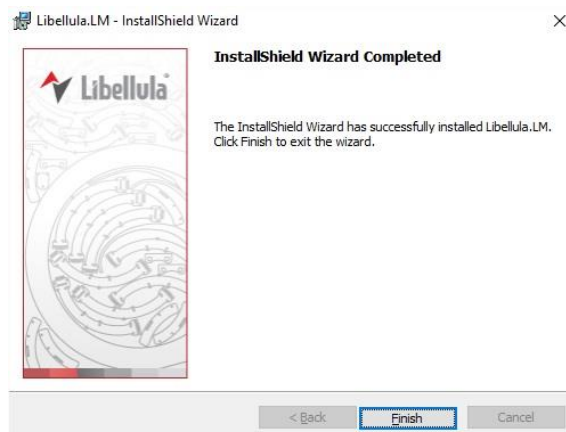

Fig 31 Icône du fichier d'installation de SwiftCAM.
**VEUILLEZ AVOIR À PORTÉE DE MAIN LE DOCUMENT D'INFORMATION SUR LA LICENCE DE SWIFTCAM QUI SE TROUVE SUR LA CLÉ USB FOURNIE AVEC LE SWIFTY 1250 (44).**
1. Double-cliquez sur le fichier d'installation de SwiftCAM (Fig 31), les fichiers d'installation commenceront à être extraits.